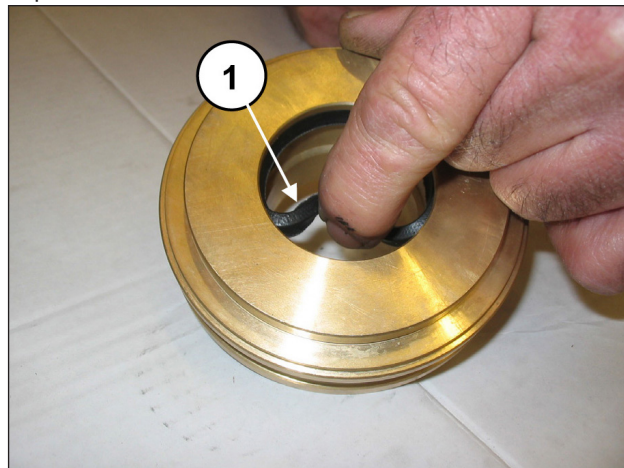

Abb. 124
Setzen Sie die ND-Dichtung in den Dichtungshalter ein (Pos. ①, Abb. 124) und achten Sie hierbei auf die Einbaurichtung mit nach vorn gerichteter Dichtlippe (zum Kopf hin).